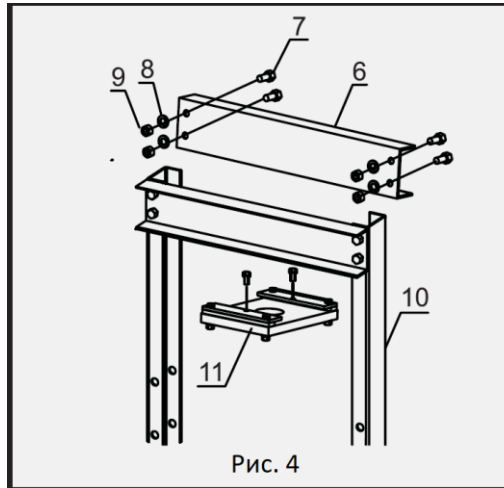

Рис. 4
- Совместите отверстия на верхней балке (6) с отверстиями в верхней части опор рамы (10) и закрепите их болтами (7), шайбами (8) и гайками (9). Прикрепите опорную плиту поршня (11). Смотрите рисунок 4.